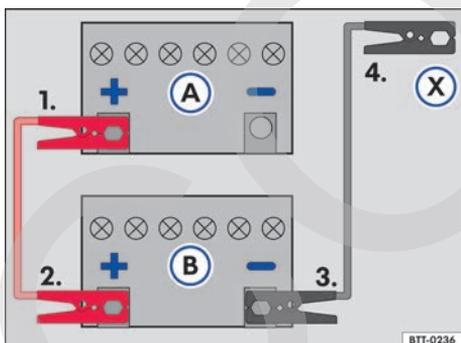

Fig. 172 Esquema para la conexión de los cables auxiliares de arranque: batería del vehículo descargada (A) y batería del vehículo que provee la corriente (B).
Leyenda para → fig. 172:
- Conectar un extremo del cable de arranque auxiliar rojo al polo positivo → fig. 172 ⊕ del vehículo con la batería del vehículo descargada (A) → ⚠️.
- Conectar el otro extremo del cable de arranque auxiliar rojo al polo positivo ⊕ de la batería del vehículo que suministra corriente (B).
- Conectar una extremidad del cable de arranque auxiliar negro al polo negativo ⊖ de la batería que brinda corriente (B) al vehículo.
- Conectar el otro extremo del cable de arranque auxiliar negro (X) al vehículo con la batería del vehículo descargada en una pieza maciza de metal atornillada firmemente al bloque del motor o en el mismo bloque del motor - aunque no cerca de la batería (A) → ⚠️.